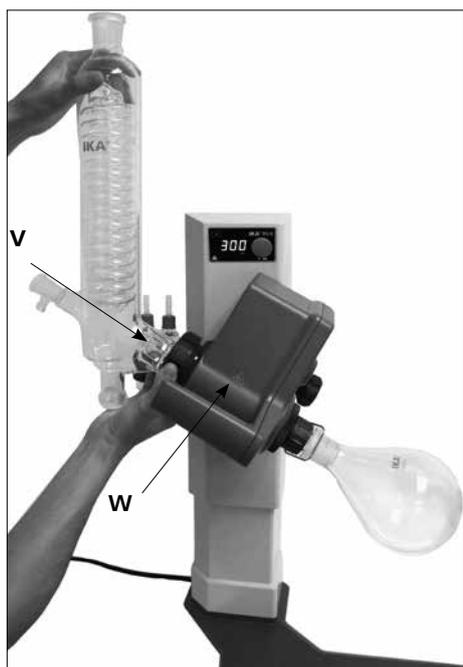

Fig.17
- ロックナットとスプリングリングをコンデンサー (V) の接続部に装着します。
- 手でロックナットを回しながら駆動部 (W) に取り付ける。(Fig.17)